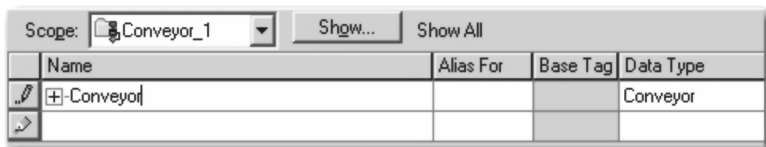

图 9-54 更名后的标签
19. 将标签名称“Conveyor_1”更改为“Conveyor”，如图 9-54 所示。